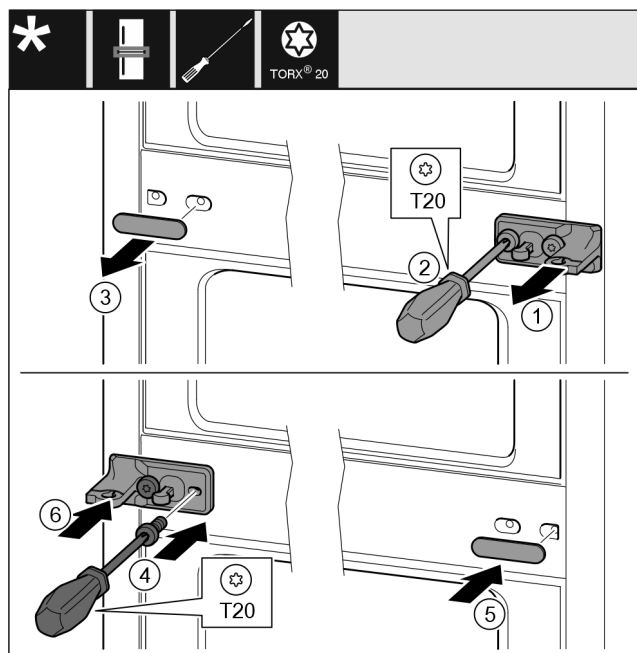

Fig. 12
- ▶ Húzza le az alátétet Fig. 12 (1).
- ▶ Tekerje ki a csavarokat Fig. 12 (2) csavarhúzóval.
- ▶ Óvatosan húzza le a fedelet Fig. 12 (3).
- ▶ Csavarozza fel szilárdan, 180°-kal elfordítva a csapágybakot a fóliával Fig. 12 (4) a másik oldalra.
- ▶ Szerelje fel a fedelet Fig. 12 (5) 180°-kal elfordítva a másik oldalra.
- ▶ Tolja fel az alátétet Fig. 12 (6) elölről.